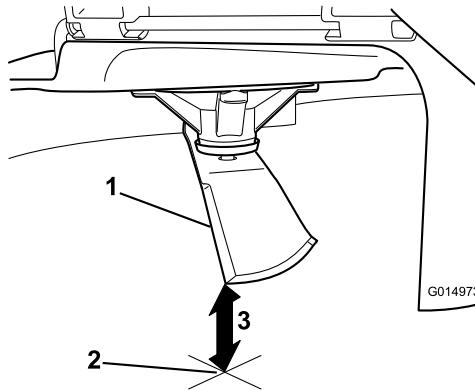

Figure 74
5. Mesurez la distance entre la pointe de la lame et la surface plane (Figure 74).